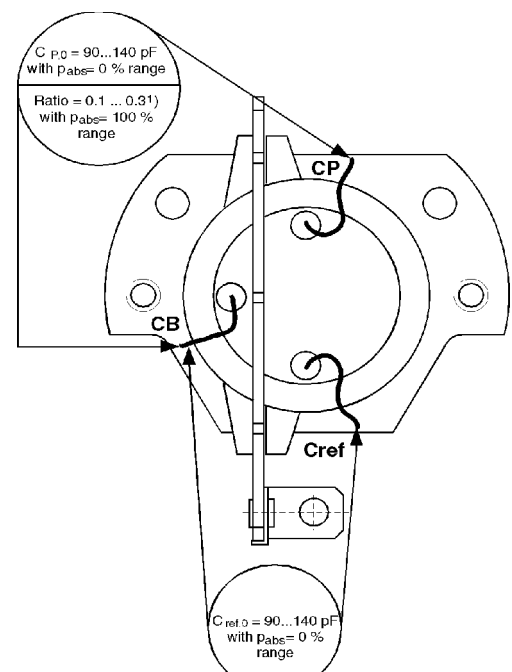

Fig. 26.
3. Using a **capacitance bridge** (Fig. 26),